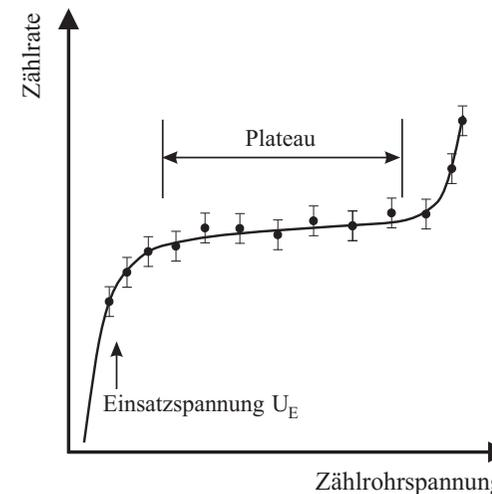

Abbildung 3: Gemessener Plateaubereich eines Geiger-Müller-Zählrohrs.
Auch wenn kein Strom durch die Helmholtzspule fließt, wird in der rotierenden Flachspule eine Spannung induziert. Die Ursache hierfür ist das Magnetfeld der Erde. Die Bewegung leitender Materie im flüssigen Erdinneren führt in erster Näherung zu einem Dipolfeld. Das Feld ist vergleichbar mit einem Stabmagneten im Zentrum der Erde (Abbildung 3 a). Der Südpol des Magneten ist ungefähr in Richtung des geographischen Nordpols ausgerichtet und der magnetische Nordpol entsprechend zum geographischen Südpol1.
1Der Winkel zwischen der Dipolachse und der Rotationsachse der Erde wird als Deklination bezeichnet (Abbildung 3 b) und beträgt  $11,5^\circ$ .
Abbildung 3: a) Schematischer Verlauf des Erdmagnetfelds. b) Die Abweichung von der Dipolachse und der Rotationsachse der Erde wird als Deklination bezeichnet und beträgt  $11,5^\circ$ . c) Zerlegung des  $B$ -Feldes in eine Horizontal und eine Vertikalkomponente. Die Inklination  $\alpha$  beträgt in Deutschland etwa  $66^\circ$ .
In diesem Versuchsteil soll zum einen der Betrag des Erdfeldes direkt gemessen werden und zum anderen durch eine Kompensationsmessung separat die Vertikal- und Horizontalkomponente. Aus diesen beiden Anteilen lässt sich dann der Inklinationswinkel berechnen. (Abbildung 3 c).
die gemessene Zählrate eines radioaktiven Präparates konstanter Aktivität als Funktion der Zählrohrspannung auf, so erhält man einen Verlauf, wie er in Abbildung 3 dargestellt ist. Im Idealfall würde man erwarten, dass die Zählrate mit zunehmender Spannung im Plateaubereich überhaupt nicht steigt. In der Praxis ist dennoch ein gewisser Anstieg zu beobachten. Die Ursachen hierfür sind zum einen auf Inhomogenitäten des elektrischen Feldes zurückzuführen, die zu einer
Beim Betrieb eines Geiger-Müller-Zählrohres im Auslösebereich, muss die Zählrohrspannung so gewählt werden, dass bei zufälligen Spannungsschwankungen, die Einsatzspannung  $U_E$  nicht unterschritten wird. Dazu muss zunächst der Plateaubereich gemäß Abbildung 3 ausgemessen werden. Anschließend wird die Betriebsspannung so eingestellt, dass diese ca. 50 bis 100 V größer ist als die Einsatzspannung.
2. Ausgehend von  $V_E$  wird nun ein Teil des Plateaubereichs ausgemessen. Stellen Sie für die Messzeit 30 Sekunden ein und messen Sie bis zu einer Spannung von  $V_E + 150 \text{ V}$  in Schritten von 25 V. Tragen Sie die Messwerte sofort in ein Diagramm gemäß Abbildung 3 ein.